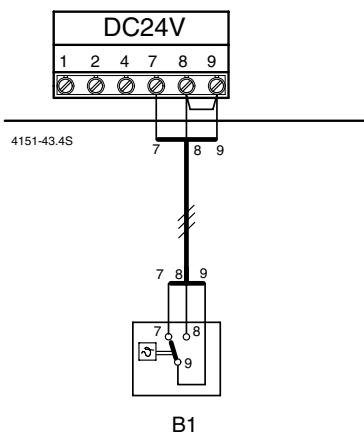

Рисунок 25
- ▶ Термостат бака SE 8 (B1), № заказа 7 719 001 172, рисунок 25.